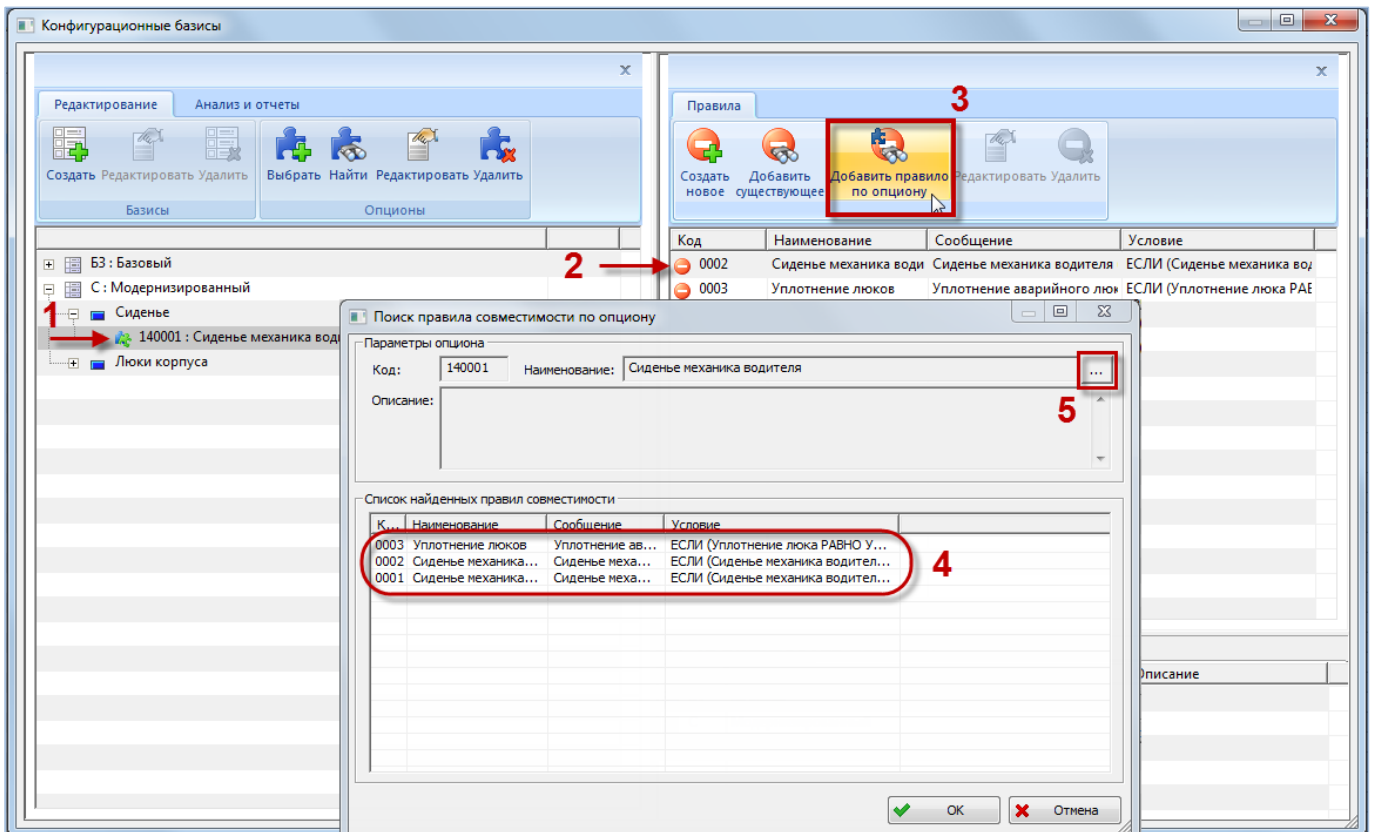

Рис. 13-61 – Поиск правила совместимости по опциону
1) Выбрать конфигурационный базис в левой части редактора базисов (1 на рис. 13-61). В правой части редактора будут перечислены правила для данного опциона, которые используются в этом базисе (2 на рис. 13-61).
2) Нажать кнопку «Добавить правило по опциону» на вкладке «Правила» (3 на рис. 13-61).
3) После этого появится окно «Поиск правила совместимости по опциону». В этом окне будут перечислены все правила для данного опциона, которые содержатся в базе данных (4 на рис. 13-61).